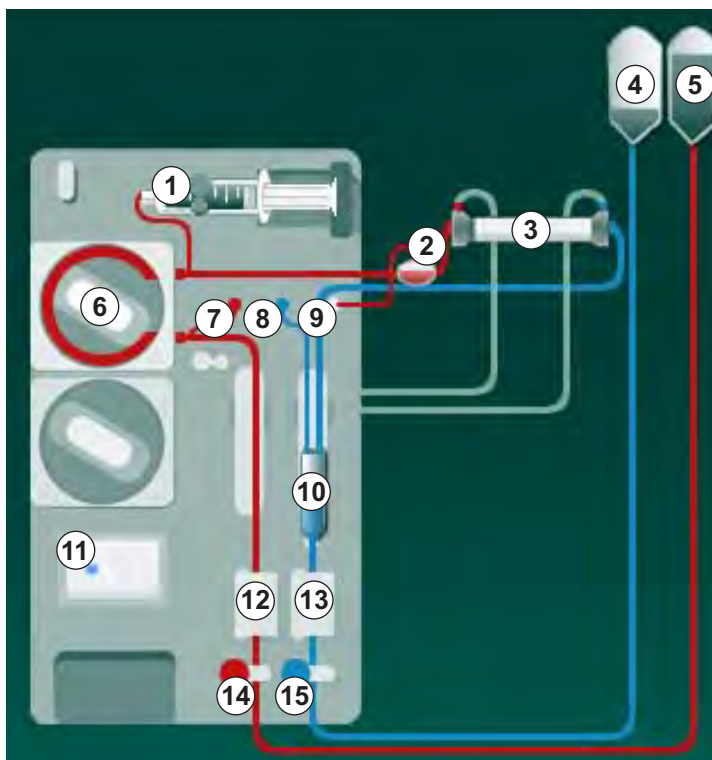

Fig. 5-8 Inserção de sistema de linha de sangue para priming com solução salina para saco
2. Retire os conectores da ponte de lavagem e coloque-os no dialisador (Fig. 5-8 Inserção de sistema de linha de sangue para priming com solução salina para saco (97), ③) quando indicado pelo equipamento de diálise. Observe o código de cores: